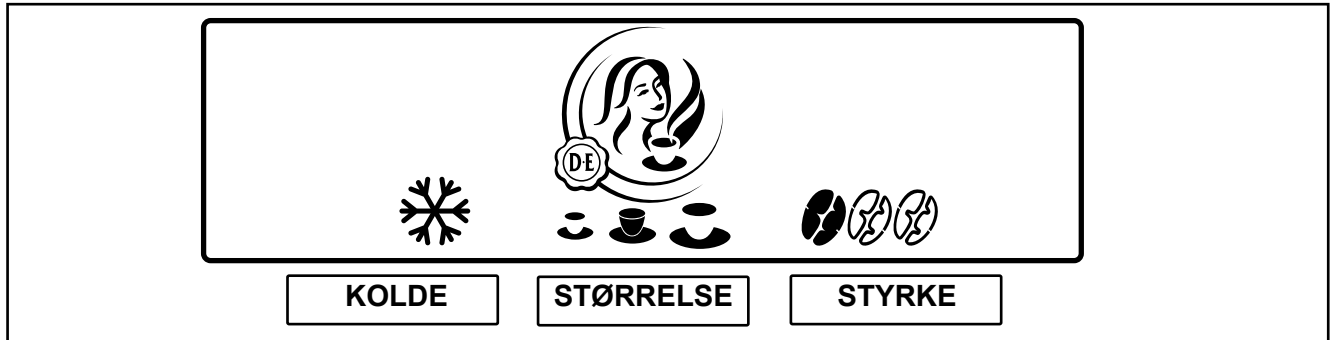

Fig. 15
Kaffemaskinen kan anvendes med forvalg. Serviceteknikeren har muligvis aktiveret disse forvalgsmuligheder under installationen. Når der trykkes på forvalgsknappen, vises følgende forvalgsmuligheder på displayet (fig. 15):
2. Tryk på forvalgsknappen «KOLDE» for at aktivere forvalget. Ikonet for is vises (fig. 15).
2. Tryk på forvalgsknappen «STØRRELSE» for at aktivere dette forvalg. Tre kopikoner (lille - mellem - stor) vises (fig. 15).